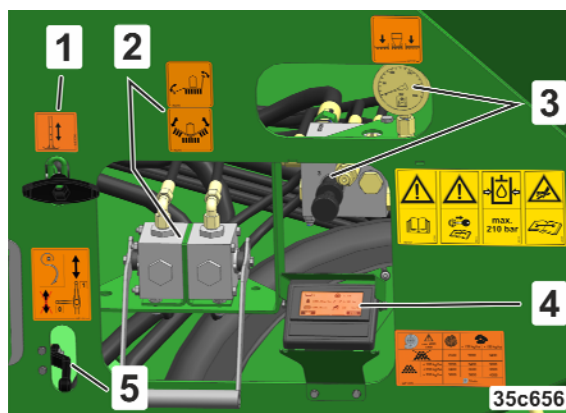

Bild 39
- Uppställningsstödet kabel (Bild 39/1)
- Maskinfällningens manöverelement (Bild 39/2)
- Manöverelement för inställning av armarnas tryck (Bild 39/3)
- I kombination med ISOBUS TwinTerminal (Bild 39/4)
- Manöverelement till fällningen av spåruppluckaren (Bild 39/5)